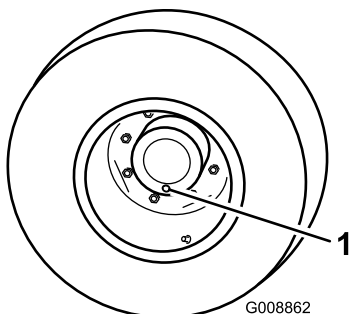

図 42
1. 平らな場所で、ホイールの点検/ドレン・プラグ (図 42) が一番下 (時計の6時の位置) に来るように停止させる。